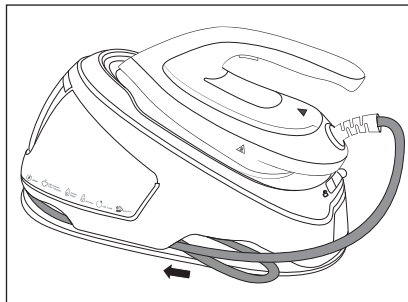

Fig. 9
- 5) Dobre a mangueira de alimentação **16** ao meio e introduza-a no compartimento de arrumação **8** no aparelho (ver fig. 9).